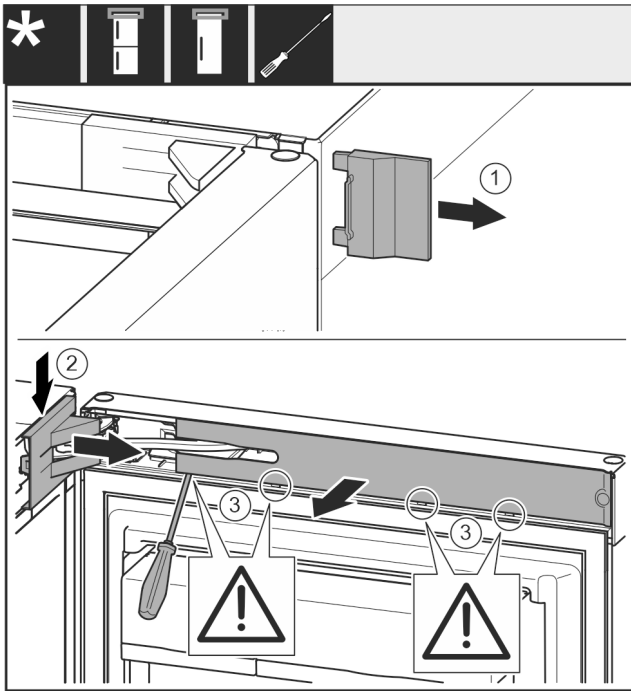

Fig. 5
- Buitenste afdekking verwijderen. Fig. 5 (1)
- Lagerbusafdekking ontgrendelen en losmaken. Afdekking van de lagerbus verwijderen. Fig. 5 (2)
- Paneel met de sleufschroevendraaier losmaken en naar de zijkant draaien. Fig. 5 (3)